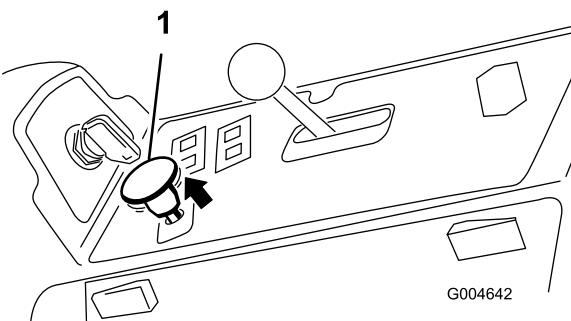

Figure 19
- Tirez sur la commande de PDF pour engager la PDF (Figure 19).